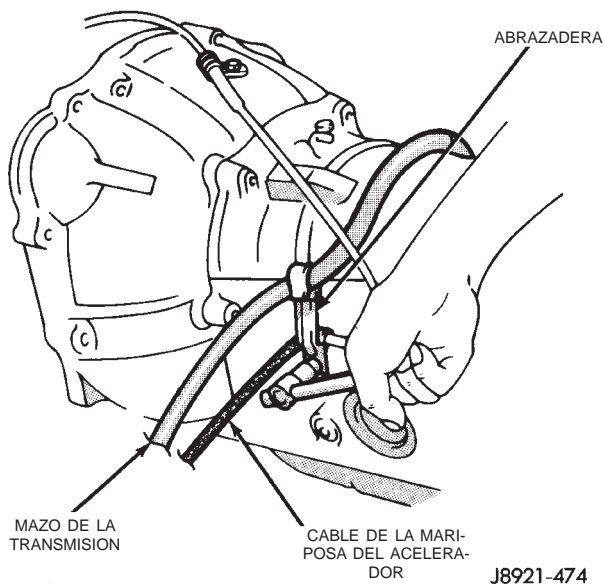

Fig. 83 Fijación característica de la abrazadera del mazo y el cable
- (1) Retire el convertidor de par.
- (2) Retire las abrazaderas que fijan el mazo de cables y el cable de la mariposa del acelerador (Fig. 83) a la transmisión.